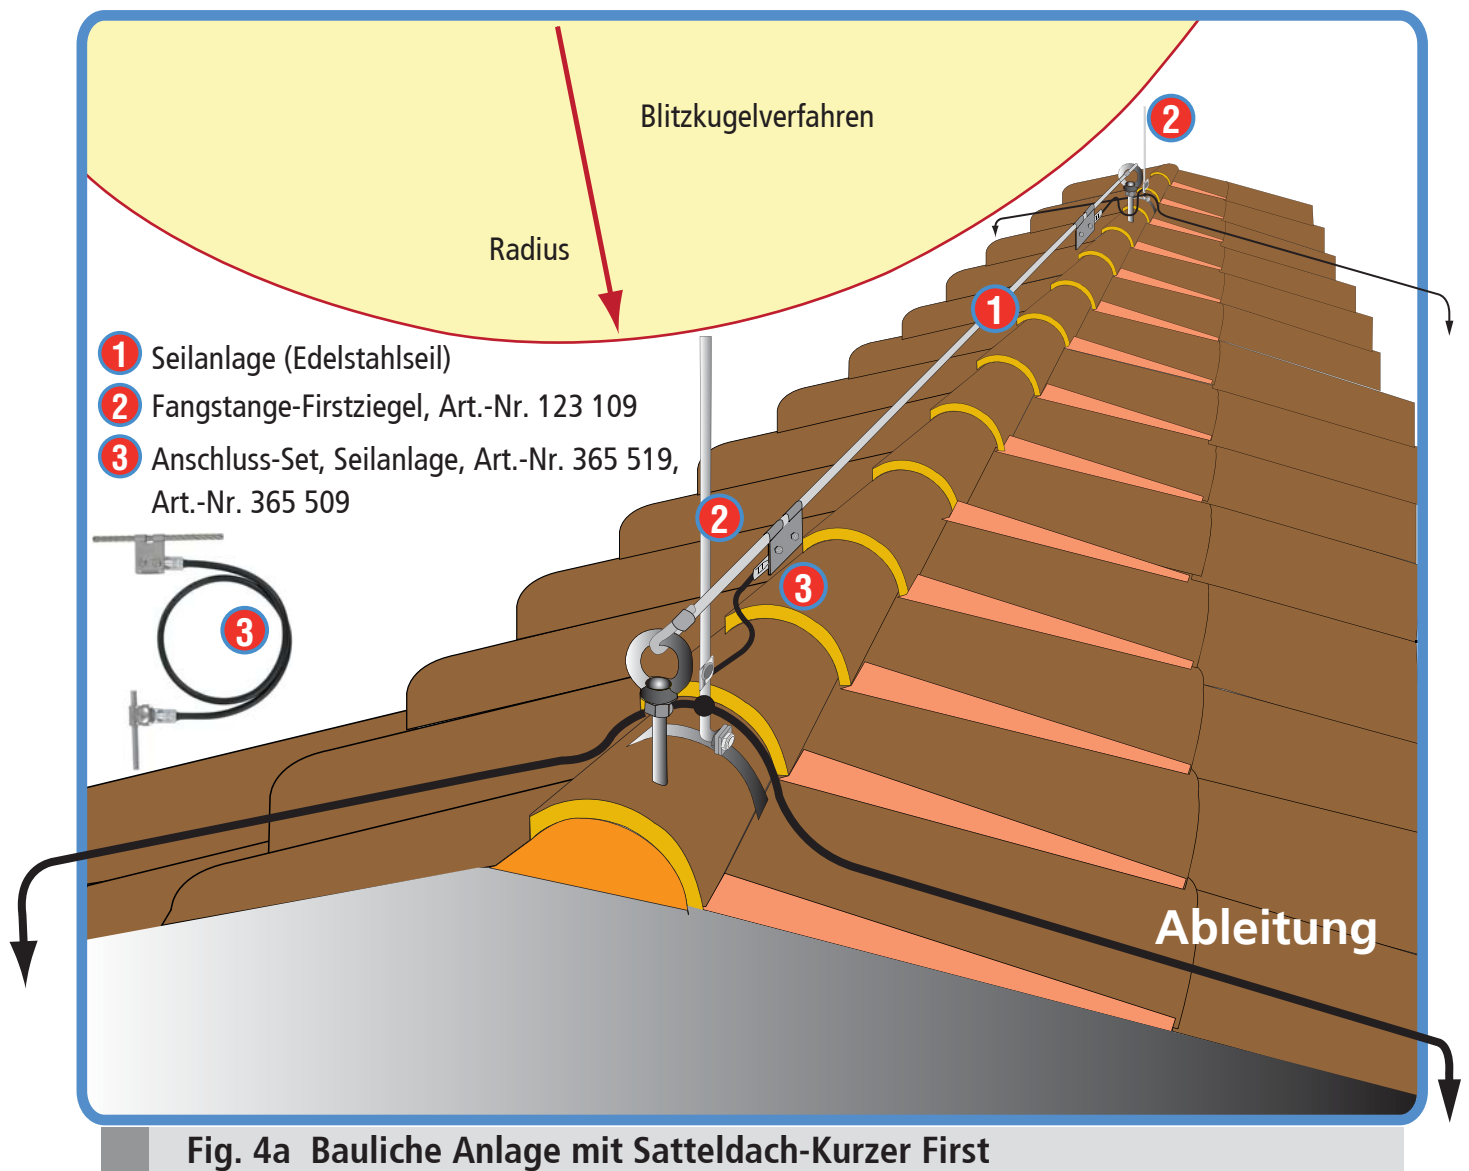
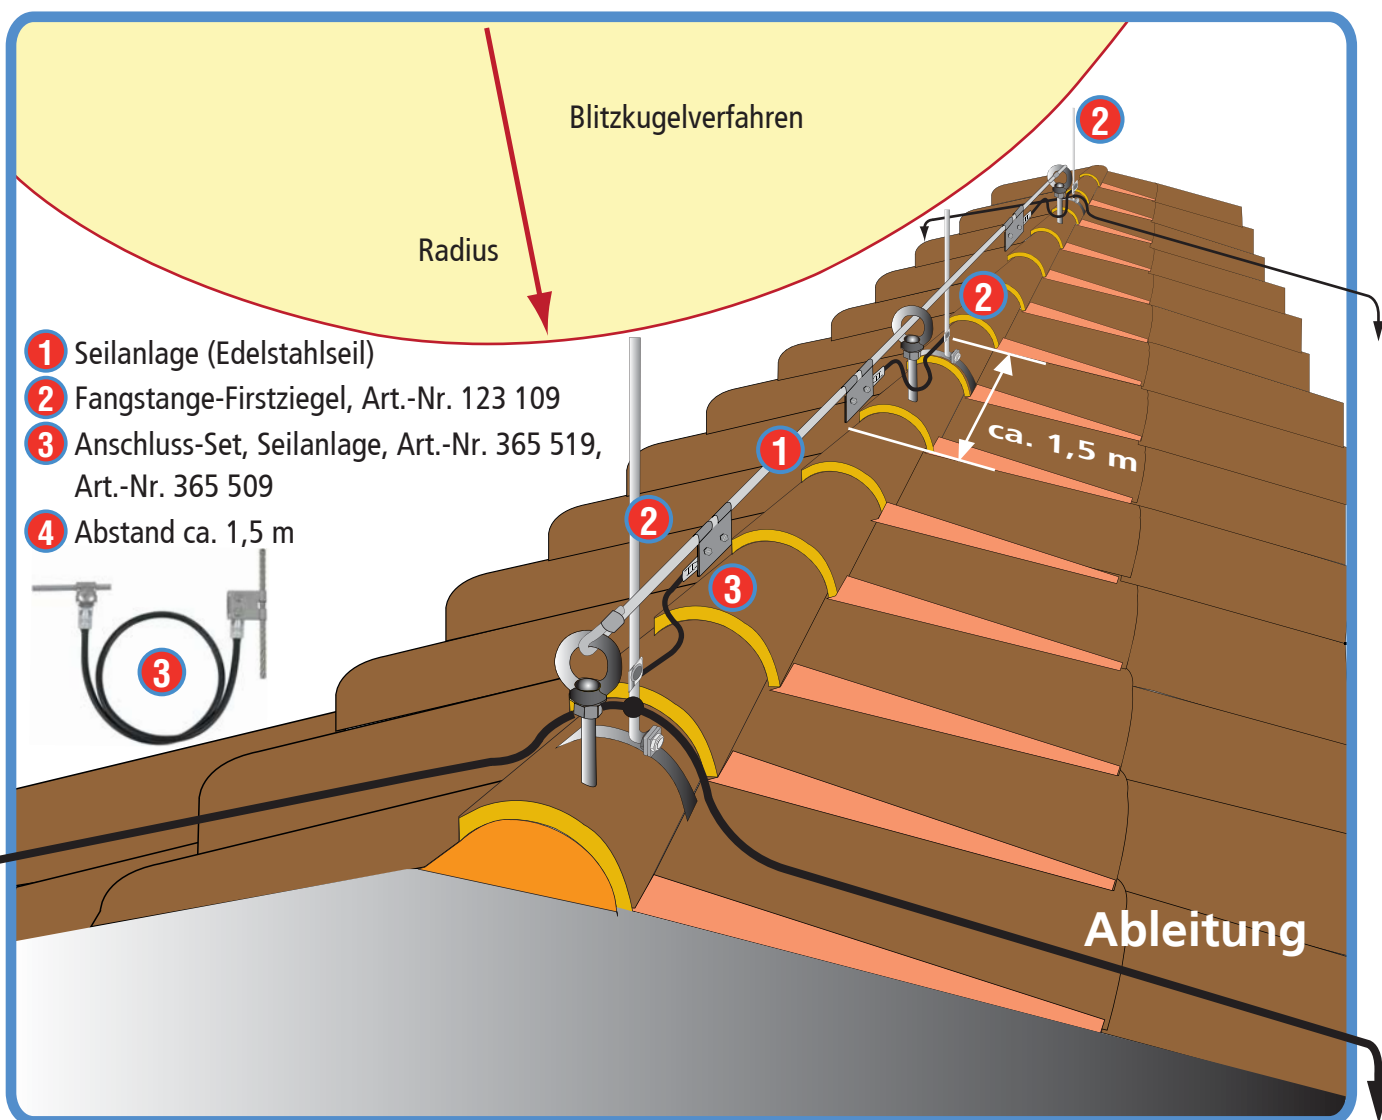

Fig. 4a Bauliche Anlage mit Satteldach-Kurzer First
Fig. 4b Bauliche Anlage mit Satteldach-Langer First
- Bei einem Satteldach mit kurzem First sind die außen positionierten Fangstangen mittels dem Anschluss-Set mit der Seilanlage zu verbinden (siehe Fig. 4a und Fig. 4b, Seite 6).
- Bei einem Satteldach mit langem First ist die Fangstange in der Dachmitte zusätzlich mit der Seilanlage zu verbinden (siehe Fig. 4b, Seite 6).